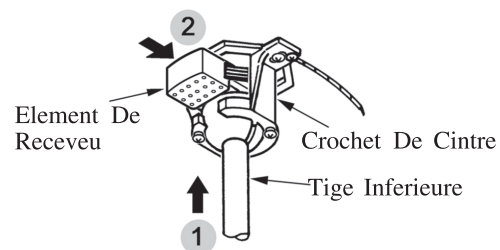

FIG.4
2. Soulever le ventilateur avec soin et placer la tige inférieure et la balle d'assemblage sur le crochet de cintre. Vérifier que la rainure dans la balle est alignée avec languette sur le cintre. Insérer le récepteur dans le crochet de cintre. Ne pas pincer les câbles entre la balle est la tige d'assemblage et le crochet de cintre (Voir fig.4)